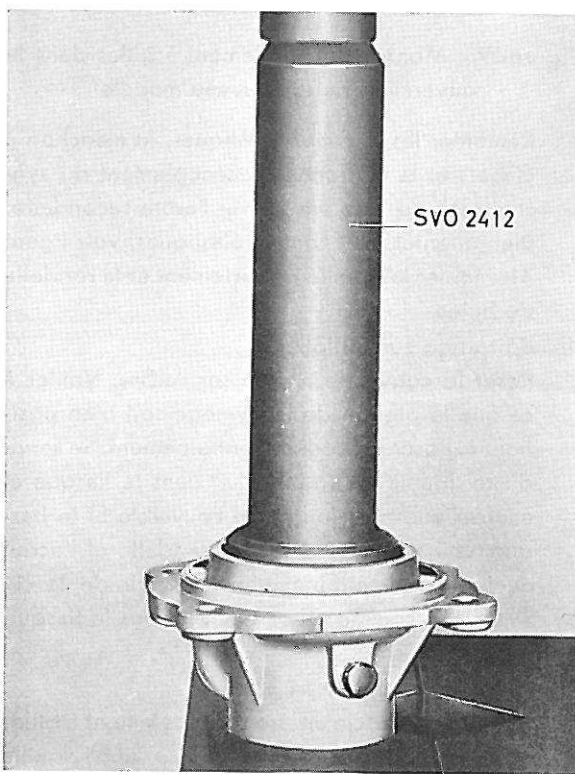
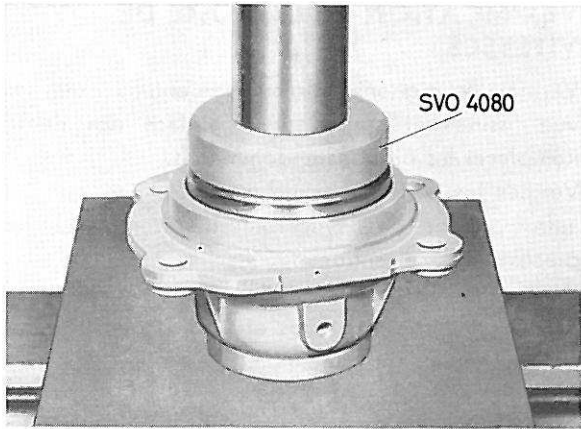

Figure 28. Montage du roulement à billes dans le couvercle arrière, ancien modèle
Figure 29. Montage du roulement à billes dans le couvercle arrière, nouveau modèle
1. Presser le roulement à billes dans le couvercle arrière en se servant de l'outil SVO 2412 pour ancien modèle (voir figure 28) et de l'outil SVO 4080 pour nouveau modèle (voir figure 29). Remonter le jonc d'arrêt. Ce dernier existe en différentes épaisseurs. Choisir l'épaisseur qui convient à la rainure prévue.
1. Presser le roulement à billes dans le couvercle arrière en se servant de l'outil 2412 pour ancien modèle (figure 28) et de l'outil SVO 4080 pour nouveau modèle, (figure 29). Fixer le jonc d'arrêt. Ce jonc d'arrêt existe en différentes épaisseurs. Choisir l'épaisseur qui convient le mieux à la rainure prévue.